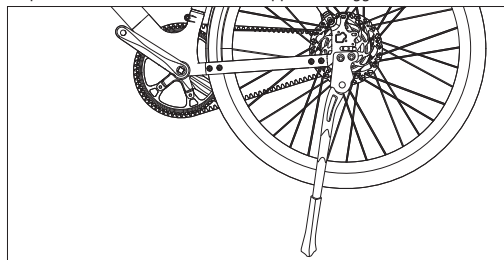

Figura 10-1
- Allenta le viti e le rondelle e poi rimuovile dal forcellino, come mostrato in [Figura 10-1].